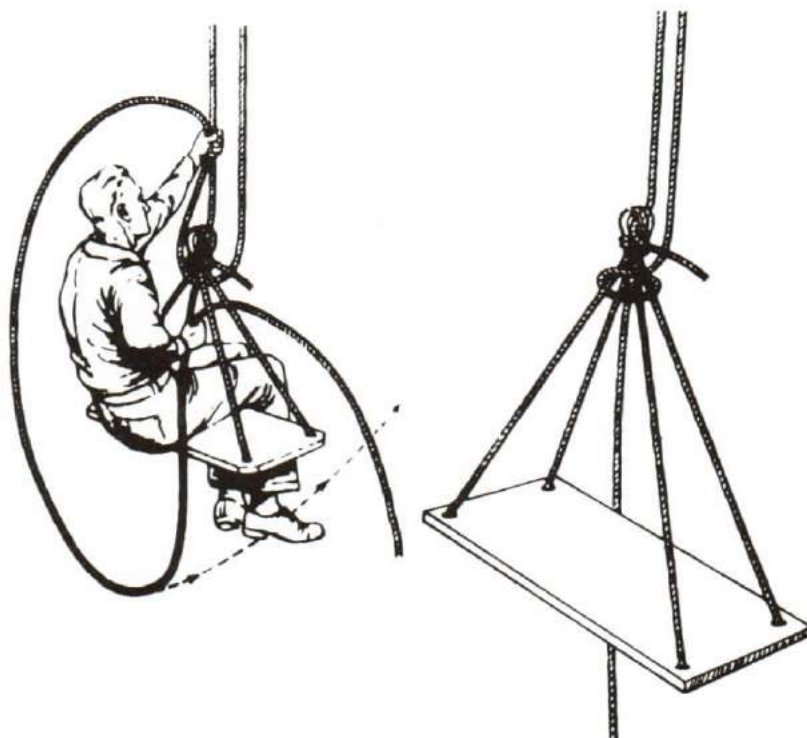

Figure 11-43
3. A Bosun's chair is a piece of wood about 18" long 6" to 8" wide and 1" thick having two holes at each end through which two strops are rove and spliced underneath. See Figure 11-43. A thimble is then seized into the bights of both strops and the gantline either shackled into the thimble or secured with a double sheet bend.
3. La chaise de gabier consiste en une planche de 18" de long, de 6" à 8" de large et de 1" d'épaisseur, perforée à chaque extrémité de deux trous qui servent au passage de deux estropes glissées par-dessous et reliées par une épissure (voir la figure 11-43). Une cosse est fixée dans les doubles des deux estropes, à laquelle on relie le cartahu soit par une manille, soit par un noeud d'écoute double.
4. The chair is hoisted to the required height and the man holds the standing and hauling parts of the gantline together, above the thimble; he brings the bight of the hauling part through the sling of the chair and holds this bight to the standing part of the gantline; the other hand can now be released. The bight is now lengthened by hauling more up, and when the bight is big enough it is passed under his feet and brought up to form a half hitch. The gantline is then quite secure, and the chair can be lowered by hauling up some of the slack and rendering the turns. See Figure 11-43.
4. La chaise est hissée jusqu'à la hauteur voulue. L'homme tient le dormant et le courant du cartahu ensemble, au-dessus de la cosse; il amène le double du courant à travers l'élingue de la chaise et maintient ce double contre le dormant du cartahu, ce qui libère son autre main. Il allonge le double du cordage en tirant davantage, de sorte qu'au moment où le double est suffisamment large, il le passe sous ses pieds et le ramène pour former un barbouquet. Le cartahu est alors solidement fixé et l'homme peut descendre la chaise en donnant un peu de mou au cordage et en filant les tours (voir la figure 11-43).